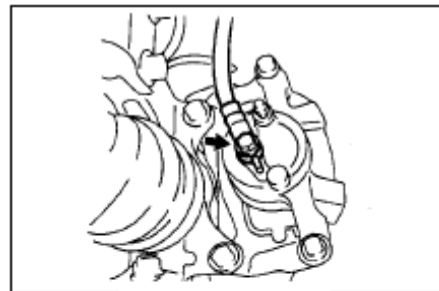

Рис. 275
(1) Открутите соединительный болт и прокладку с тормозного цилиндра диска передних колес, отсоедините тормозную трубку(рис. 275).